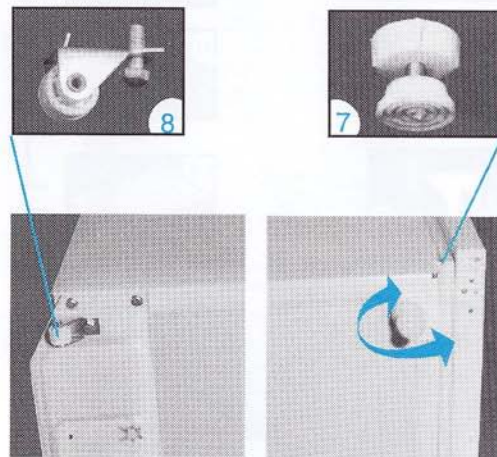

Рис. 2.
5.1. Снимите упаковку и деревянные технологические элементы, которые крепятся к холодильнику четырьмя болтами. Доступ к болтам обеспечивается путем наклона холодильника (рис. 2).
5.2. В освободившиеся передние резьбовые отверстия в дне шкафа холодильника вверните две опоры в сборе с гайкой 7, а в два задние — ролики 8, закрепив их болтами, которыми крепились технологические элементы (рис. 2).
5.6. Для самопроизвольного закрывания дверей холодильника установите его с наклоном назад при помощи регулировочных опор 7 (рис. 2).